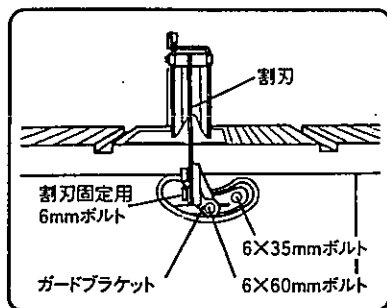

図 32
- (1) 本体後部に接触予防装置の割刃を取付けている6×35mmボルト, 6×60mmボルトを手持ちの10mmスパナでゆるめ, 接触予防装置を取りはずします。(図32参照)